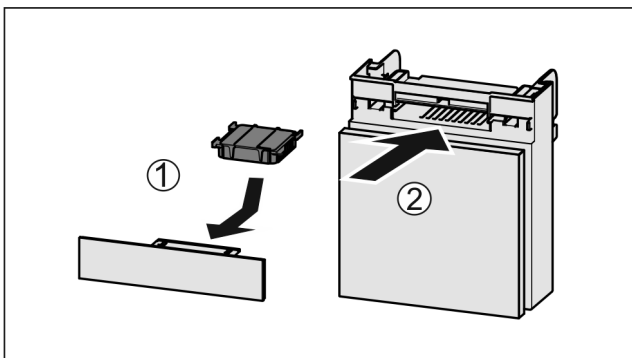

Fig. 82
- Вставити фільтр з активованого вугілля за малюнком Fig. 82 (1).
- Вставити відділення Fig. 82 (2).